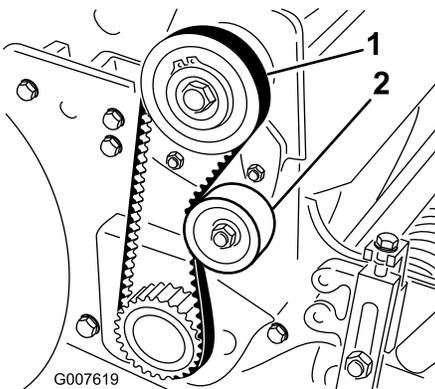

Figura 36
2. Verifique a tensão pressionando a correia a meio curso entre as polias (Figura 36) com uma força de 18 a 22 Nm. A correia deverá flectir-se 6 mm.
- A. Desaperte a porca de montagem da polia intermédia e incline-a para o lado de trás da correia até que obtenha a tensão desejada da correia (Figura 36).